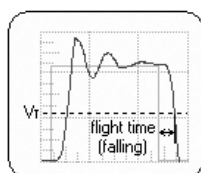

图 9-42 下降沿的下降时间约束规则
- “Flight Time – Falling Edge”（下降沿的下降时间约束规则）：如图 9-42 所示为该规则设置示意图。